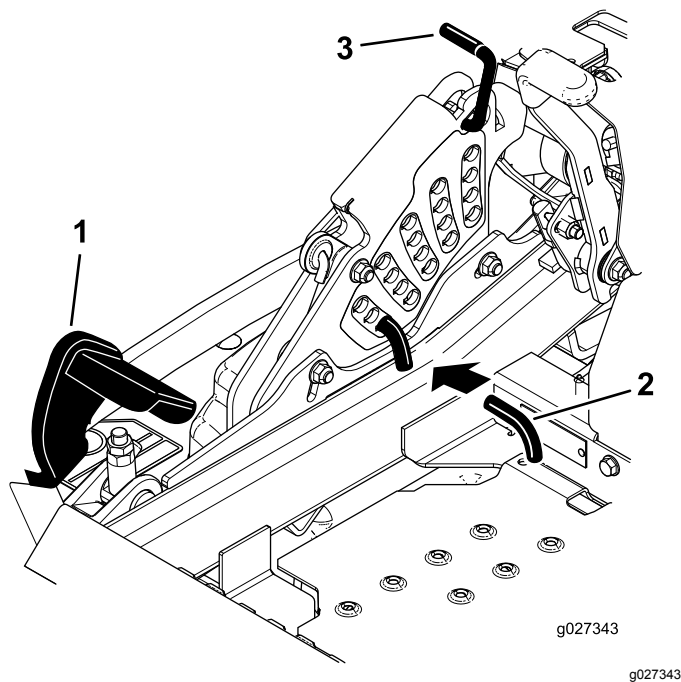

Figure 88
5. Enfoncez la pédale de levage du tablier de coupe au maximum pour verrouiller le tablier à la position transport de 14 cm (5,5 po) (Figure 88).